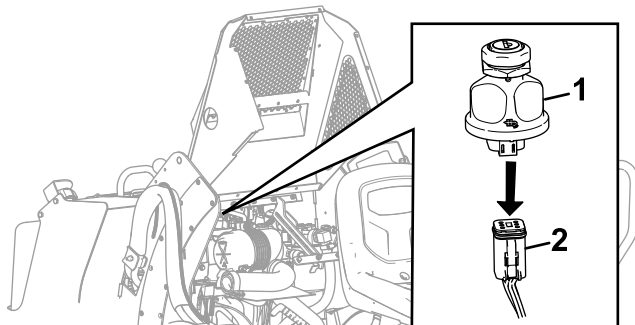

Figure 9
- A. Sous le panneau de commande, retirez le connecteur du faisceau du groupe de déplacement du commutateur d'allumage (**Figure 9**).